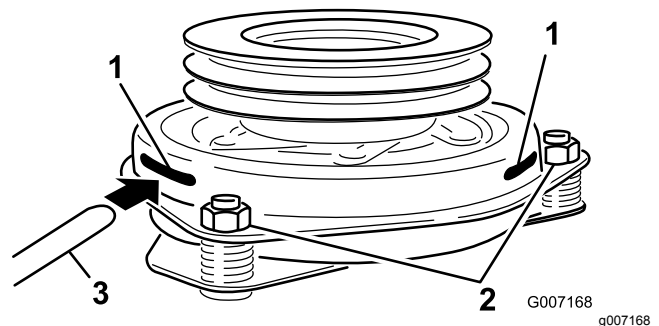

Figura 65
9. Inserite uno spessimetro da 0,381 a 0,533 mm attraverso una scanalatura d'ispezione sul lato del gruppo (Figura 65).
10. Stringete i dadi di bloccaggio fino a fissare leggermente lo spessimetro facendo però in modo di poterlo muovere facilmente all'interno del traferro (Figura 65).